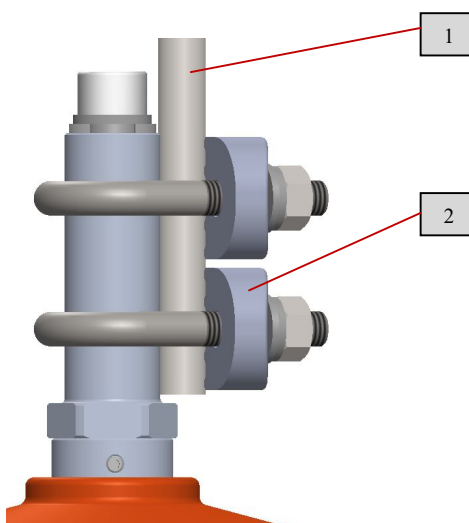

Рис.36 Подключение провода к коммутационному модулю
4. Закрепить провод (1) в коммутационном модуле при помощи прижимного зажима (2) как показано на рис.36.